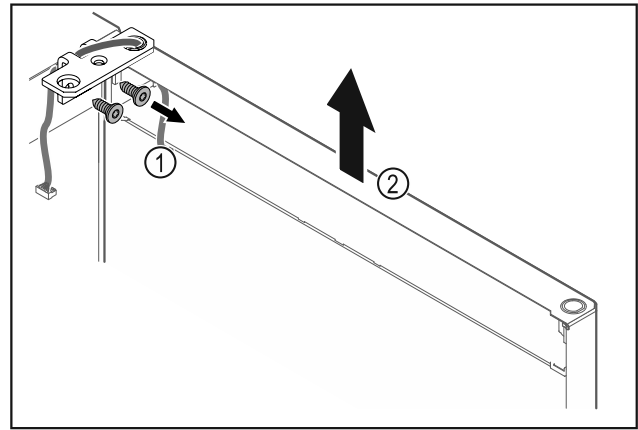

Fig. 25
- ▶ Odkręcić zawias Fig. 25 (1).
- ▶ Drzwi wraz z zawiasem należy podnieść prosto do góry o ok. Fig. 25 (2) circa 200 mm i zdjąć.